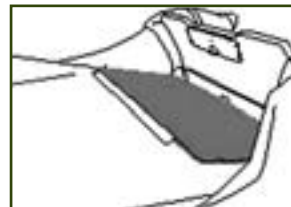

рис. 3
- Установите пайол №4 встык с транцем лодки под фиксирующую планку (рис.3).